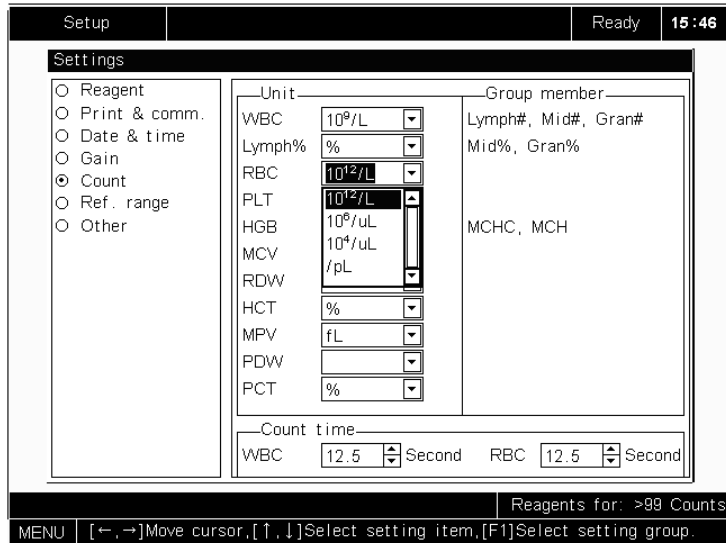

Abbildung 5-24 Auswählen der Parameter-Einheit
45. **WÄHLEN** Sie die gewünschte Einheit **aus** der **Pull-Down-Liste** des entsprechenden Parameters **AUS**, wie in Abbildung 5-24 dargestellt.